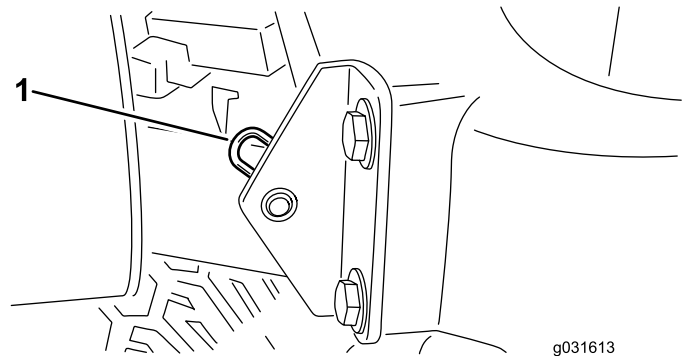

Figura 33
2. Tire o contrapino que fixa a articulação do capot aos suportes de montagem (Figura 33).